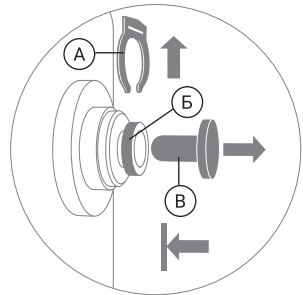

Рис. 2
1. Удалите стопорную клипсу (А). Удерживайте цанговое кольцо (Б) прижатым к основанию фитинга и аккуратно извлеките транспортную заглушку (В) (рис. 2).